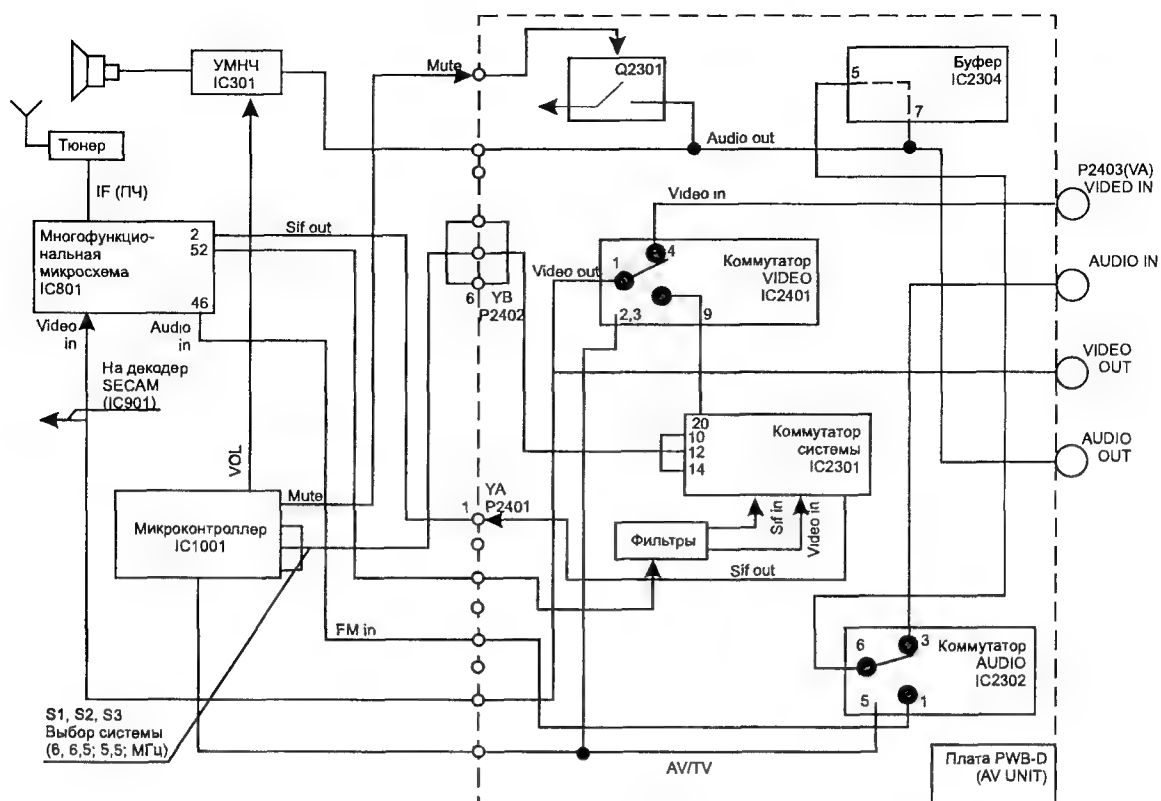

Рис. 1. Структурная схема платы PWB
(См. на рис. 1 структурную схему радиоканала)
- в режиме TV (см. рис. 1): VIDEO-OUT плата PWB-D разъем YA (P2401) контакт 7; AUDIO-OUT панель YB (P2402) контакт 2;
- в режиме AV (см. рис. 1): VIDEO-IN плата PWB разъем P2403 (YA) контакт 1 до выв. 4 IC2401; AUDIO-IN плата PWB разъем P2403 (YA) контакт 3 до выв. 3 IC2302.